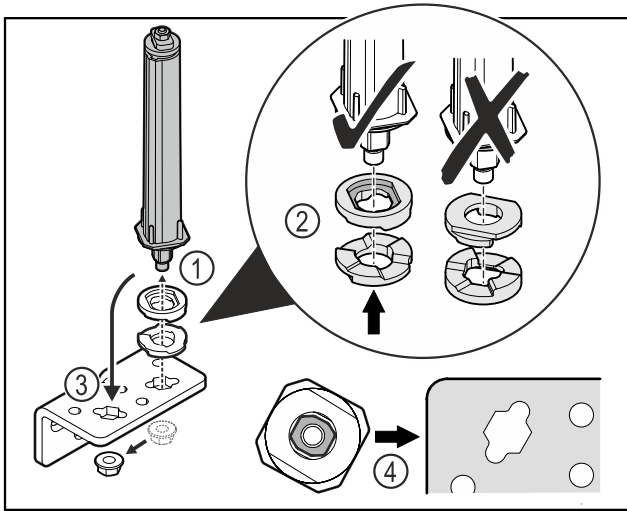

Fig. 23
- Moer losmaken en deursluitsysteem verwijderen Fig. 23 (1).
- De correcte uitlijning van de hoogte-instelschijven in acht nemen Fig. 23 (2).
- Deursluitsysteem in de scharnierhoek verplaatsen en met de moer vastzetten Fig. 23 (3).
- Bij het plaatsen de correcte uitlijning van het deursluitsysteem in acht nemen Fig. 23 (4).